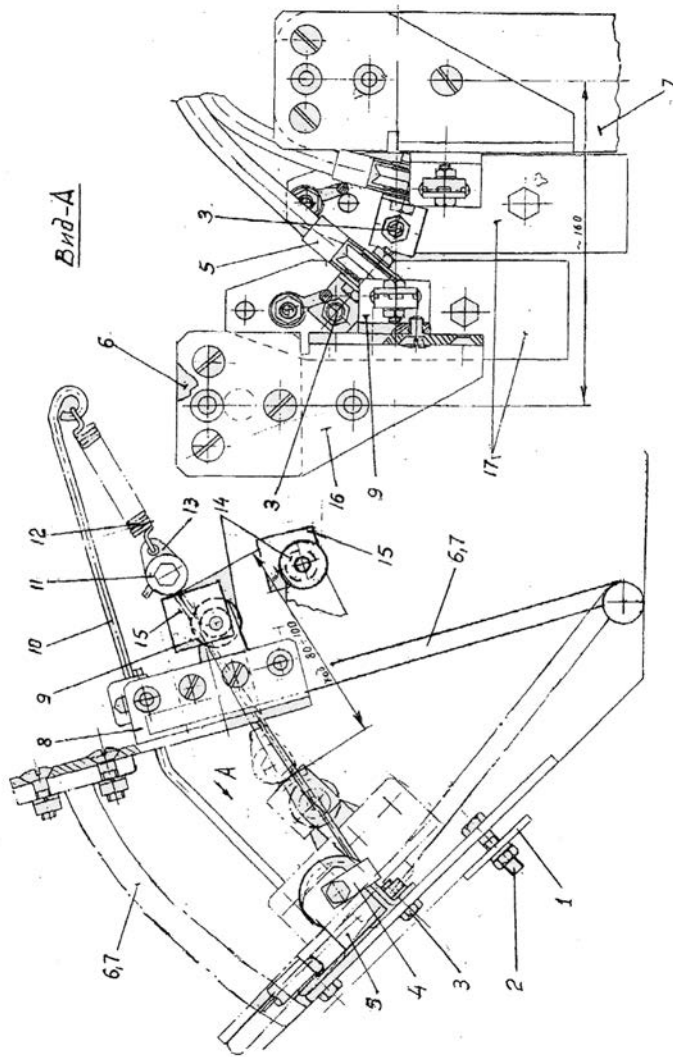

Рис. 12. Общий вид наполных шатунных педалей с элементами крепления тросов дополнительных педалей:
3.3.1. Монтаж начинается с предварительного скрепления кронштейна 9 (рис. 12) с планкой 16 на два из четырех отверстий. Затем кронштейн 9 надо расположить на педали сцепления так, чтобы при полном ходе педали он совершал перемещение не более 100 мм. При необходимости следует переместить кронштейн 9 по педали и после регулировки закрепить его в этом положении. Установить между штатными педалями основание 17 с блоком ролика 5 и стяжкой 10. Затем, выжав педаль сцепления, подвести к ней блок ролика 5 с уздечкой 4. Трос, обогнув блок ролика 5 под уздечкой 4, должен устремиться к ролику 14 на кронштейне 9, при этом направление захода троса и оплетки в корпус блока ролика 5 должно пойти по кратчайшему пути к блоку ролика дополнительных педалей. Далее необходимо установить основание 17, закрепив на нем блок ролика